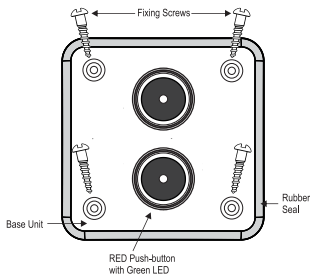

Fig.2
- Fixez l'unité de base à l'aide des quatre vis de fixation fournies avec l'emballage de l'appareil (voir Fig.2)